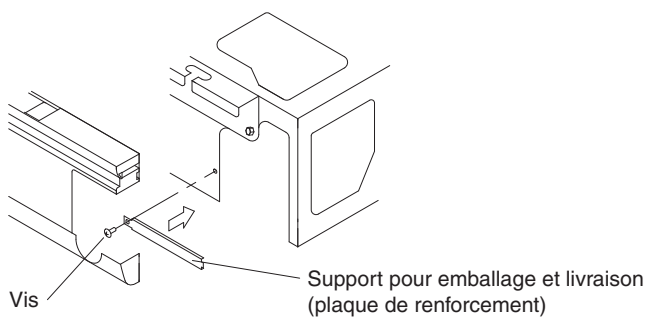

Fig. 30
- Après avoir effectué les travaux de tuyauterie d'évacuation, installez le support pour l'emballage et la livraison (plaque de renforcement) qui a été retiré dans la section "6. TRAVAUX DE TUYAUTERIE DE FLUIDE FRIGORIFIQUE". Toutefois, il n'est pas nécessaire d'installer le support pour l'emballage et la livraison sur le côté droit (plaque de renforcement). **(Reportez-vous à la Fig. 30)**